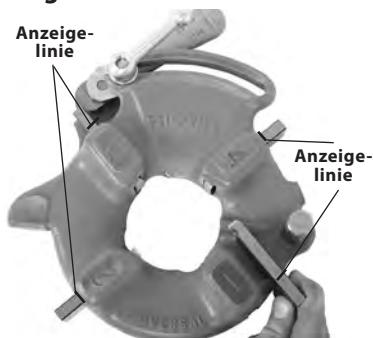

Abbildung 6 – Einsetzen der Schneidbacken
- Heben Sie die Zunge der Futterscheibe aus dem Schlitz in der Größenanzeige. Bewegen Sie die Fitterscheibe zum Ende des Schlitzes (Abbildung 6).
- Schieben Sie die entsprechenden Schneidbacken mit der nummerierten Kante nach oben in den Schneidkopf, bis die Anzeigelinie bündig mit der Kante des Schneidkopfes abschließt (siehe Abbildung 6). Die Zahlen auf den Schneidbacken müssen denen an den Schlitten des Schneidkopfs entsprechen. Wechseln Sie die Backen immer im Satz. Vermischen Sie keine Backen verschiedener Sätze.